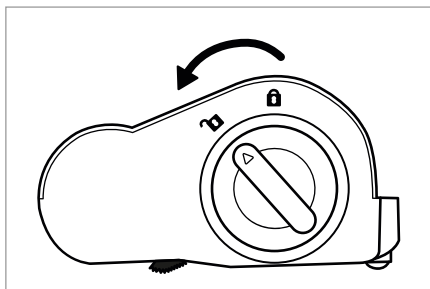

Fig. 26
- 2) Disimpegnare il rullo a spazzola **20** spostando lo sblocco del rullo a spazzola **19** in direzione del simbolo **🔓** (aprire) (vedere fig. 26).